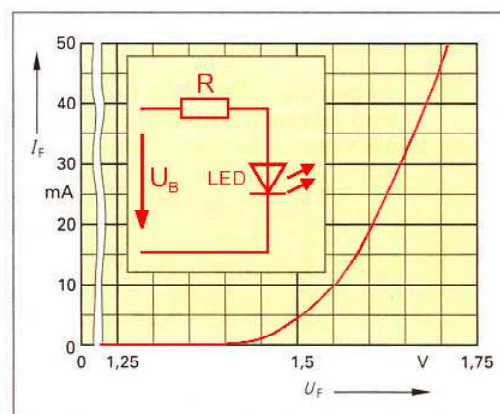

Bild 5: Durchlass-Bereich einer Leuchtdiode
- 6 Zeichnen Sie in Bild 5 die Kennlinie einer Leuchtdiode (LED) im Durchlass-Bereich nach der Wertetabelle 2 und ergänzen Sie die Schaltung (LED mit Vorwiderstand).